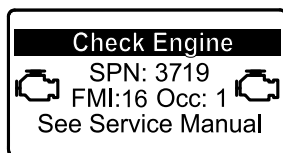

図 29
- ・ 駐車再生が必要になると、インフォセンターにエンジン警告 SPN 3719, FMI 16 図 29 が表示され、エンジン出力が 85% にダウンします。